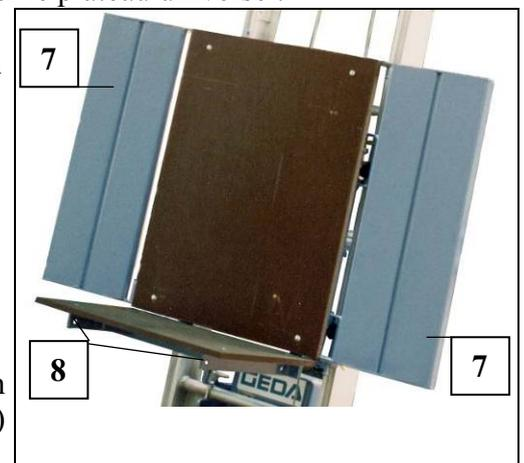

Fig. 43 Plateau universel.
- Dévisser sur les deux faces les écrous extérieurs (11) et retirer les rondelles élastiques des boulons déjà en place.
- Introduire la protection avant avec les boulons (10) dans les alésages avant des profils supports (voir rep. 8, Fig. 43) du plateau universel.
- Placer les rondelles élastiques et les écrous (11) sur les deux faces.
- Serrer à bloc les deux écrous extérieurs (11).